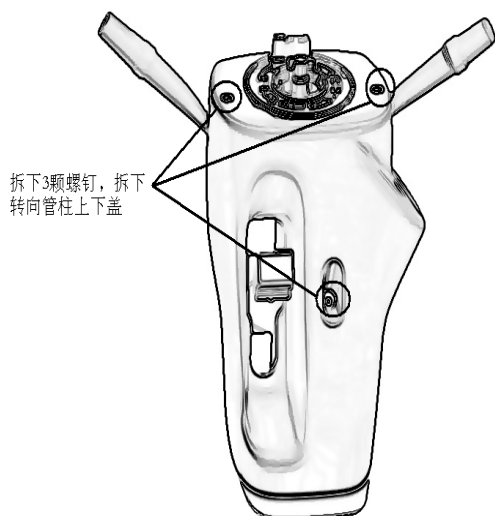

图6
(5) 拆下组合开关下护罩。拆下3个螺钉和组合开关上、下护罩。如图6所示。